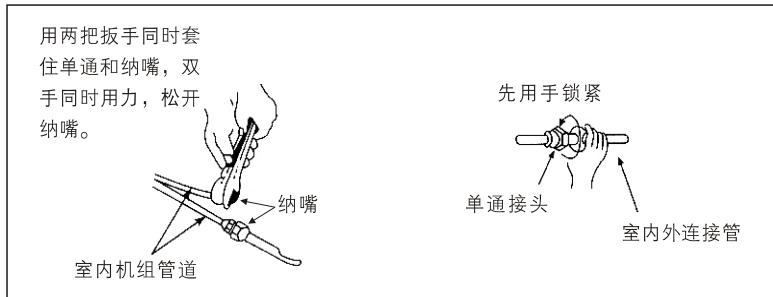

图20
- (1) 将纳嘴和密封帽拆开, 将铜管尽头的纳嘴松开, 使内藏气体排出, 如图20所示。当纳嘴拆开时, 应将密封帽拆出, 不然制冷剂将不能循环, 压缩机就可能烧毁。
(2) 连接时, 应在单通螺牙及管的喇叭口上涂上少许冷冻润滑油, 以防螺牙损坏, 且按图20所示对准管道拧紧。